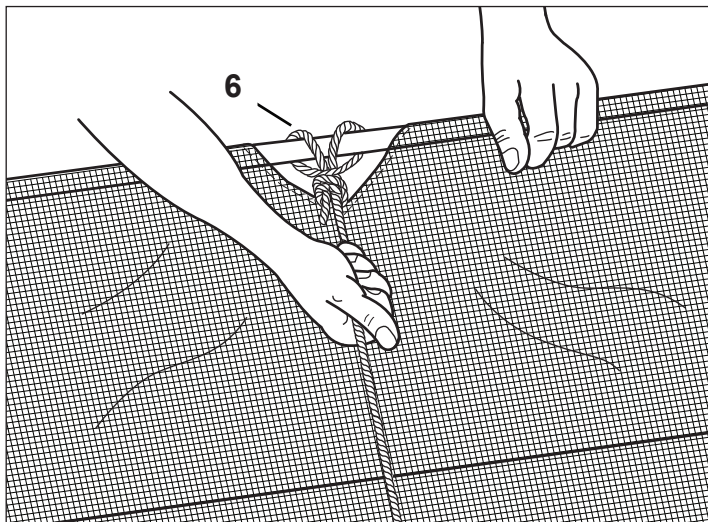

FIGURE 17
- Fixez la sangle du cadre du sac à la partie inférieure des tubes de la trémie (12) à l'aide des deux boulons à tête hexagonale (E) et des écrous autofreinés (M).
ÉTAPE 17: (VOIR LA FIGURE 17)
- Attachez la corde (6) au centre du tube arrière supérieur de la trémie.